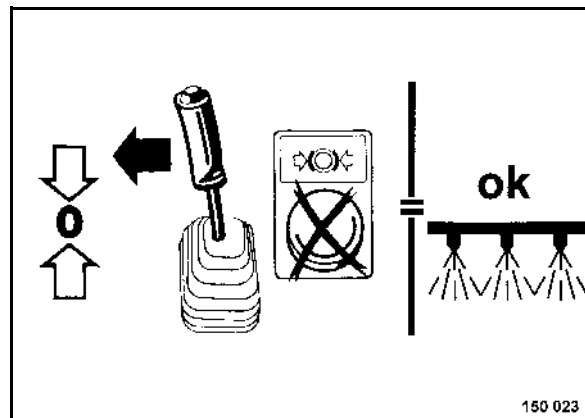

fig. 73
- Lors de la mise en marche de l'arrosage, positionner le levier de commande de la marche sur position "0" (fig. 73).